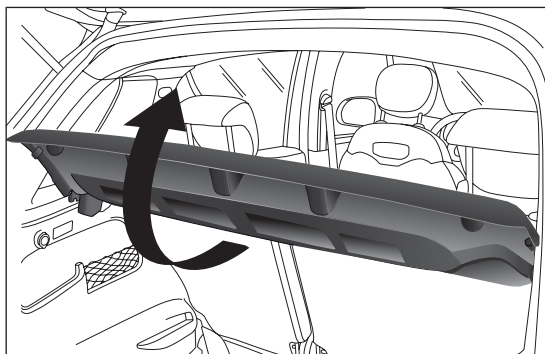

fig. 82
- ☐ sollevare la parte posteriore della cappelliera, agendo come illustrato in fig. 82;